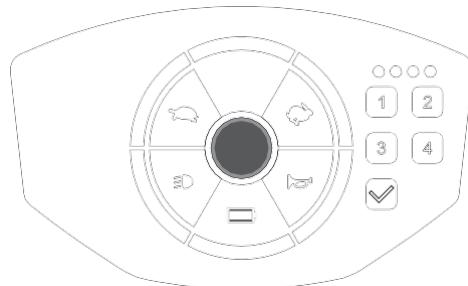

Figure 9
- Appuyez sur l'interrupteur d'alimentation pour mettre le scooter en veille (voyant rouge allumé), puis appuyez sur les touches d'accélération [ ]/de décélération [ ] et maintenez-les enfoncées pendant 2 secondes. Le voyant est allumé lorsque le scooter est prêt pour le réglage du rétroéclairage (figure 9).